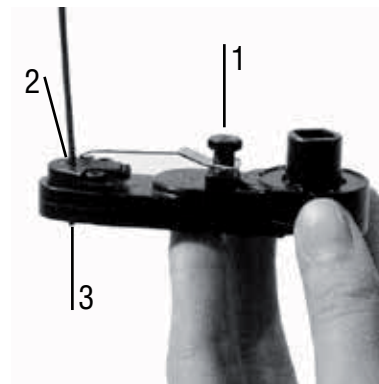

Abb. 7.1: Bit wechseln | Version II
1. Wenn eine Blattfeder vorhanden ist diese los schrauben (s. Abb. 7.1 Pos. 1) und zur Seite drehen.
2. Mit dem Sechskantschlüssel den Gewindestift (s. Abb. 7.1 Pos. 2) lösen, und den Bit (s. Abb. 7.1 Pos. 3) entnehmen.